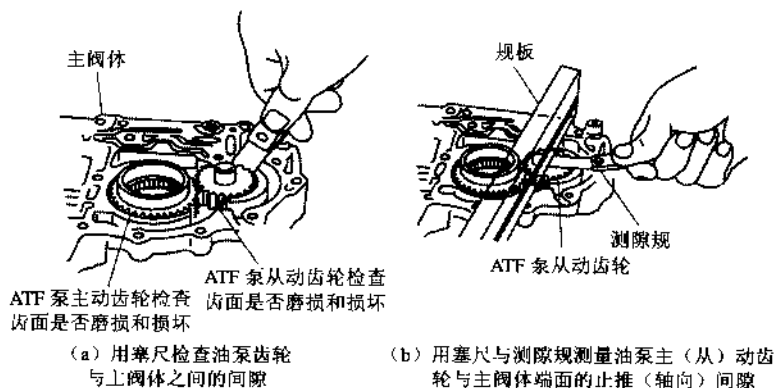

图 5.17 外齿轮啮合式油泵的检查
检查步骤如图 5.17 所示。
① 用塞尺检查油泵齿轮与主阀体之间的间隙, 主动齿轮应为 0.105mm~0.1325mm, 从动齿轮应为 0.035mm~0.0625mm, 如图 5.17 (a) 所示。
② 用塞尺与测隙规测量油泵主(从)动齿轮与主阀体端面的止推(轴向)间隙, 标准(新)为 0.03mm~0.05mm; 寿命极限为 0.07mm。超过极限应更换磨损零件或总成, 如图 5.17 (b) 所示。